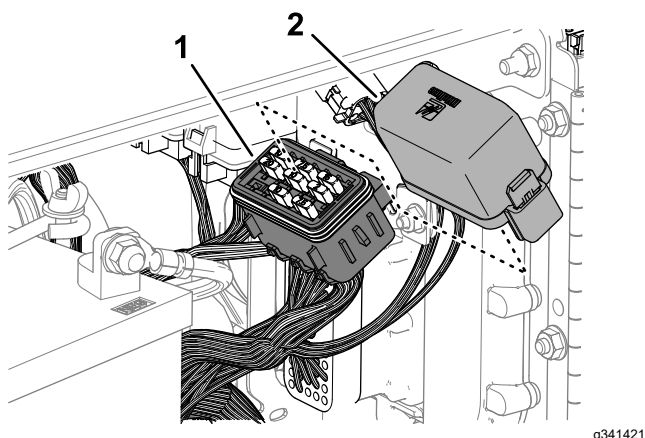

Figure 172
2. Retirez le couvercle du porte-fusibles (Figure 172).